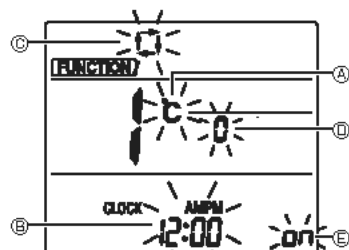

Fig. 7-10
3. Kontroller at funksjonsnr. "1" vises, og trykk deretter på **TIME** ⑦-knappen ④. Skjerminnstillingsskjermen vises. (Fig. 7-10)